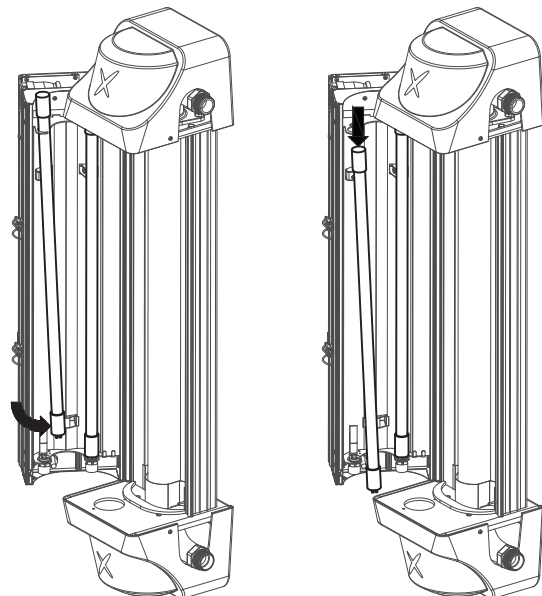

Figure 7-4
3. Lorsque les broches inférieures se dégagent de l'emboîture, saisissez la lampe puis faites pivoter la base de la lampe pour l'éloigner de l'emboîture. Abaissez la lampe pour la dégager du support supérieur. Une fois la lampe retirée de l'unité, déposez-la avec précaution, puis retirez l'autre lampe, voir Figure 7-4.